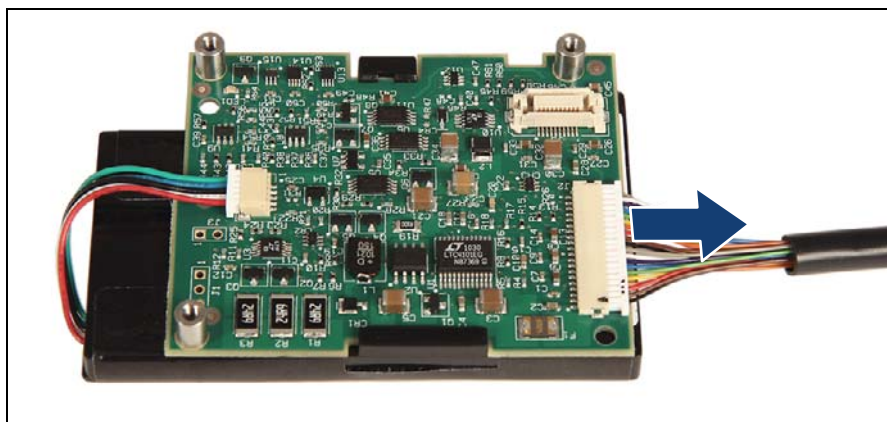

図 104: BBU からの BBU ケーブルの取り外し
- ▶ FBU アダプタケーブルをケーブルクランプから取り外します（図 104 を参照）。